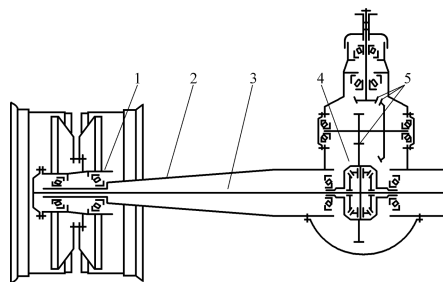

图 3-91 整体式驱动桥示意图
(1) **组成** 一般汽车的驱动桥如图 3-91 所示, 由主减速器、差速器、半轴、桥壳和轮毂等组成。